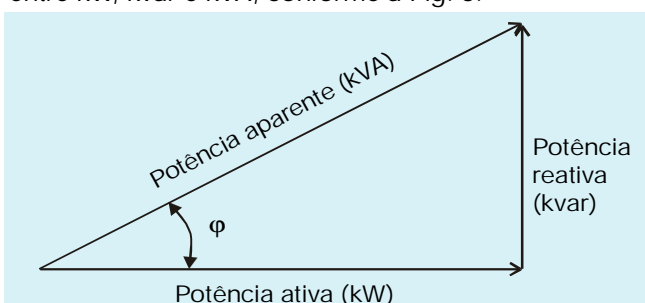

Fig. 3 - Triângulo retângulo de potência.
**Definição:** o fator de potência é a razão entre a potência ativa e a potência aparente. Ele indica a eficiência do uso da energia. Um alto fator de potência indica uma eficiência alta e inversamente, um fator de potência baixo indica baixa eficiência energética. Um triângulo retângulo é frequentemente utilizado para representar as relações entre kW, kvar e kVA, conforme a Fig. 3.